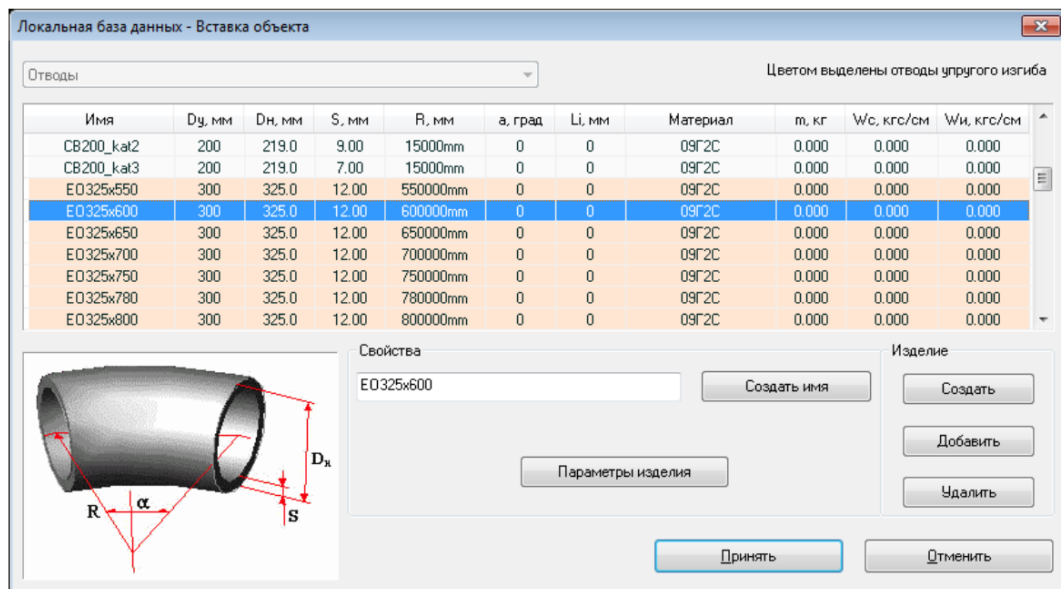

Рис. 5.2.5. Диалоговое окно вставки отвода
2. Выберите с помощью указателя мыши узлы, в которые планируется вставить отводы, нажмите правую кнопку мыши и выберите пункт "ВВОД" (или нажмите клавишу <ENTER>). Появится окно таблицы объектов локальной базы данных в режиме вставки объекта ELBOW (рис. 5.2.5.).
3. В появившемся диалоговом окне (рис. 5.2.5.) необходимо выбрать один из объектов таблицы ELBOW локальной базы данных (выбрать параметры вставляемого отвода). Чтобы вставить отводы, нажмите кнопку "Принять". При этом будет произведена проверка корректности параметров вставляемого объекта. В случае, если один из основных параметров объекта не будет корректно задан, программа выдаст предупреждение и вернет пользователя в окно вставки объекта. Для отмены вставки нажмите кнопку "Отменить".